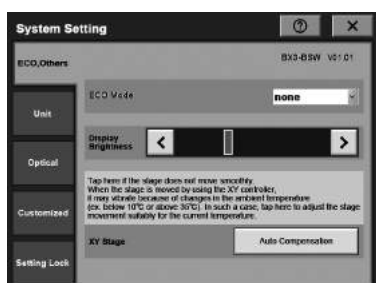

Рис. 7
2. Коснитесь кнопки **[System Setting]** (настройка системы) ②. На экране сенсорной панели появится дисплей [System Setting] (настройка системы) (рис. 7).